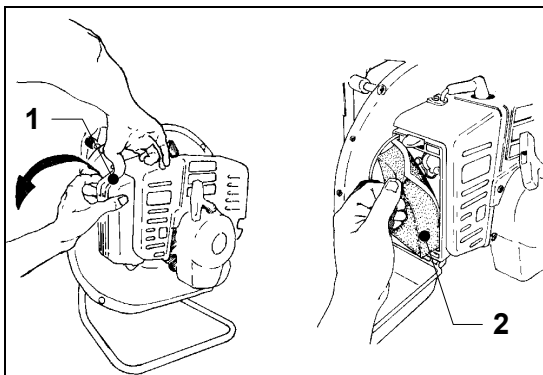

Рис.12 Губка фильтра
1. Для проверки состояния губки нажмите на защелку (Рис.12 поз.1) на крышке фильтра и откиньте крышку как показано на рисунке.
2. Удалите губку (Рис. 12 поз.2) и очистите ее. Губка должна быть промыта топливом и просушена воздухом.
3. Установите губку на место и закройте крышку закрыв защелку (Рис.12 поз.1).